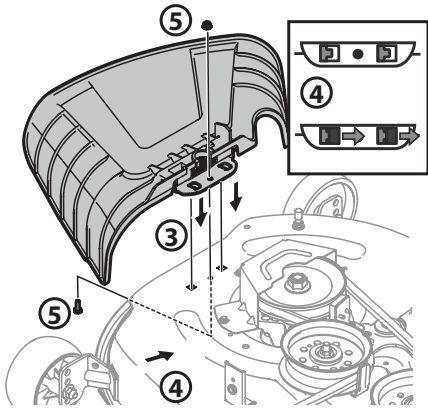

Figura 8
- Ubique el deflector del canal en la plataforma, asegúrese de insertar las lengüetas de dicho deflector en los orificios de la plataforma. Consulte la Figura 8.
- Deslice el deflector del canal hacia la parte posterior del tractor hasta que el orificio del perno que está en el deflector del canal quede alineado con el orificio de la plataforma. Consulte la Figura 8.
- Sujete el deflector del canal en su lugar con la tuerca de seguridad con brida y el tornillo hexagonal que se extrajeron en el paso dos. Ajuste hasta 102-124 pulgadas-libras (12-14 N-m). Consulte la Figura 8. Pase a Instalación de las Ruedas de la Plataforma.